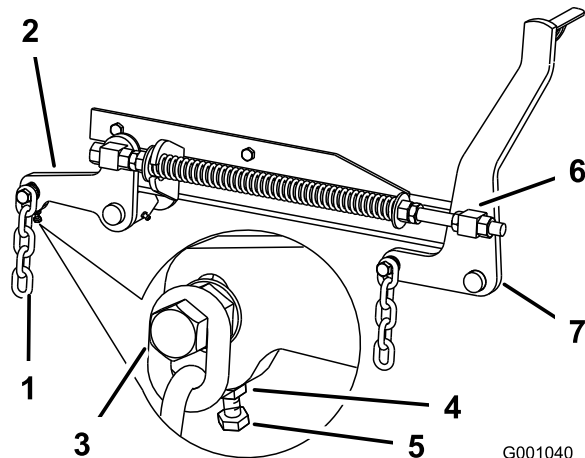

Figura 84
7. Se le misure al punto **B** o **C** non sono esatte, allentate il bullone che monta la catena posteriore al braccio di supporto posteriore (Figura 84).
8. Allentate il controdado sotto il braccio di supporto posteriore e regolate il bullone di regolazione ad un valore tra 80 e 83 mm (Figura 84).
7. Allentate di 13 mm circa i controdadi delle parti girevoli anteriori destra e sinistra (Figura 84).
8. Regolate i dadi di sollevamento sui lati destro e sinistro della macchina finché la parte anteriore della macchina non risulta più bassa di 6–10 mm davanti, al punto **A**, rispetto alla parte posteriore al punto **B** (Figura 84).